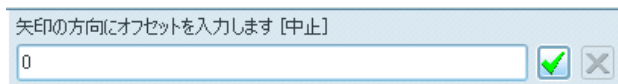

図 13-43 オフセット寸法入力
- ・すると「矢印の方向にオフセットを入力します[中止]」という表示によってオフセット寸法を聞いてくるので、「0」を入力した後、をクリックしてタイプを「閉じる」。（図 13-43）